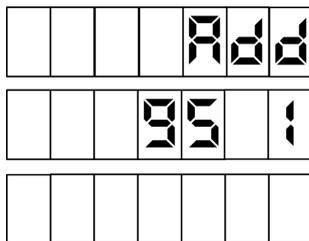

Рисунок 31
– последовательно выбрать П-4-2 – на табло будет индикация см. рисунок 31;